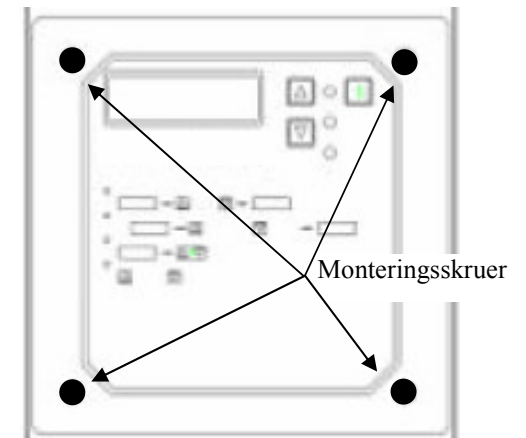

Fig. 6 Monteringsskruer
2. For at få toppen af inverteren, skal også skrueerne på betjeningspanelet afmonteres. Se Fig. 6